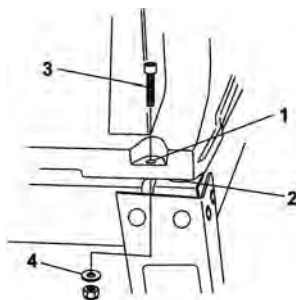

fig. 2 - montaje de la mesa de la máquina en la estructura
Coloque la sierra de mesa sobre la estructura de la máquina ya montada, utilice los tornillos (3), las arandelas (4) y las tuercas, conforme muestra la fig. 2 abajo.